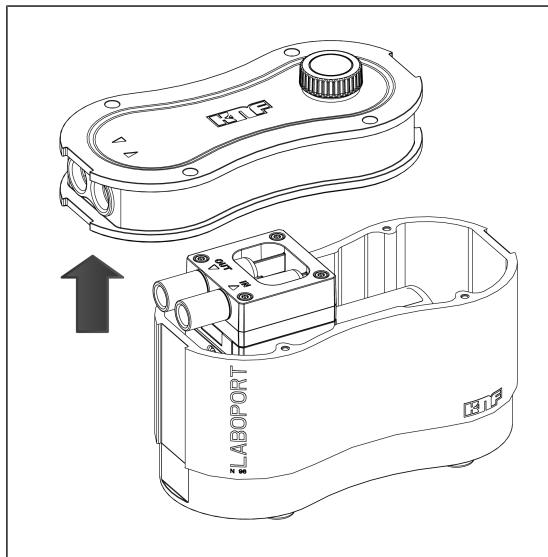

Fig. 10: Retrait du couvercle du carter
3. Enlevez prudemment le couvercle du carter (2) et déposez-le à côté du carter de la pompe (3) (voir Fig. 10).